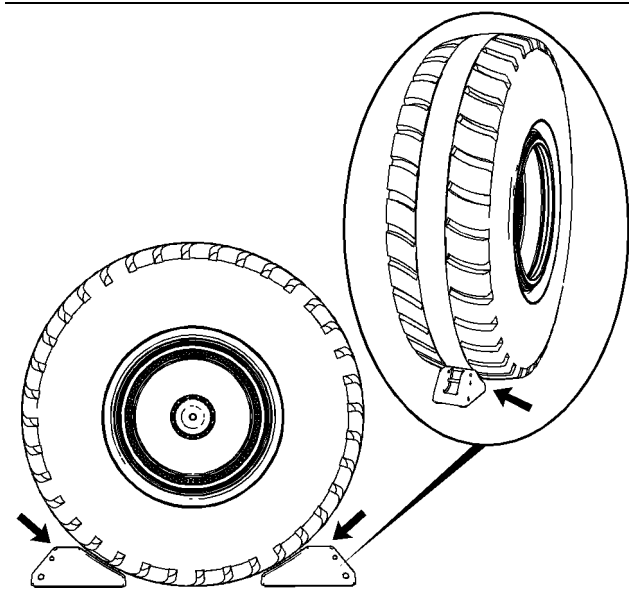

Ilustración 110
b. Instale los bloques para rueda en el neumático, como se muestra en la ilustración 110. Instale un bloque para rueda en la parte delantera y otro en la parte trasera del neumático. Los bloques para rueda deben colocarse firmemente y en ángulo recto contra el neumático. Coloque los bloques para rueda contra la línea central de la rodadura del neumático.